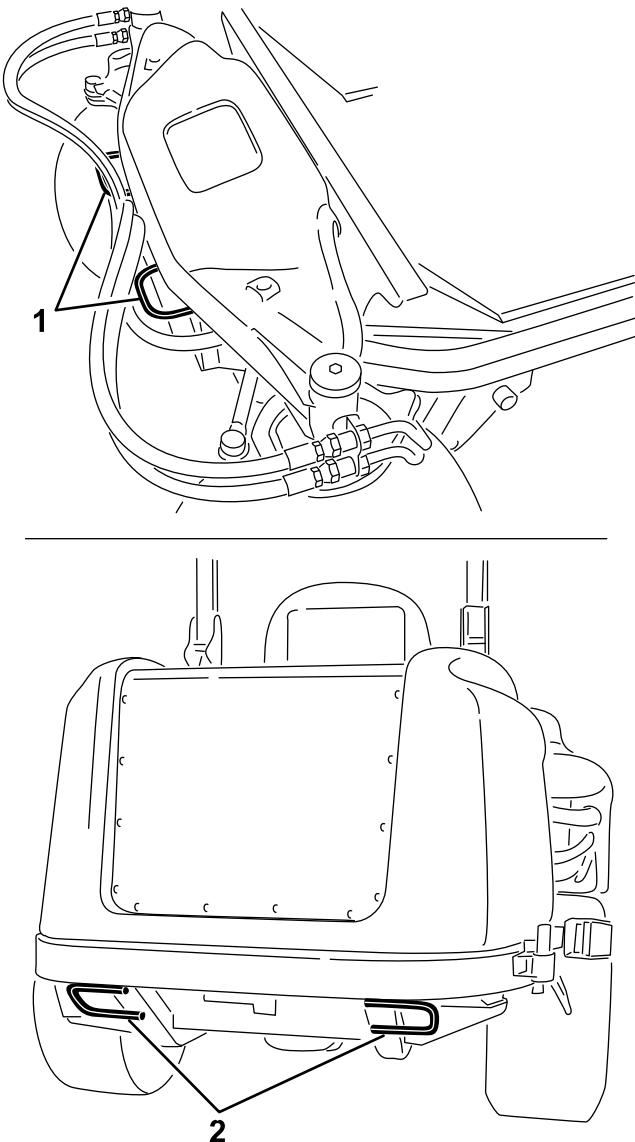

Bild 36
- Befestigen Sie die Maschine mit den gesetzlich vorgeschriebenen Riemen, Ketten, Kabeln oder Seilen am Anhänger (Bild 36).